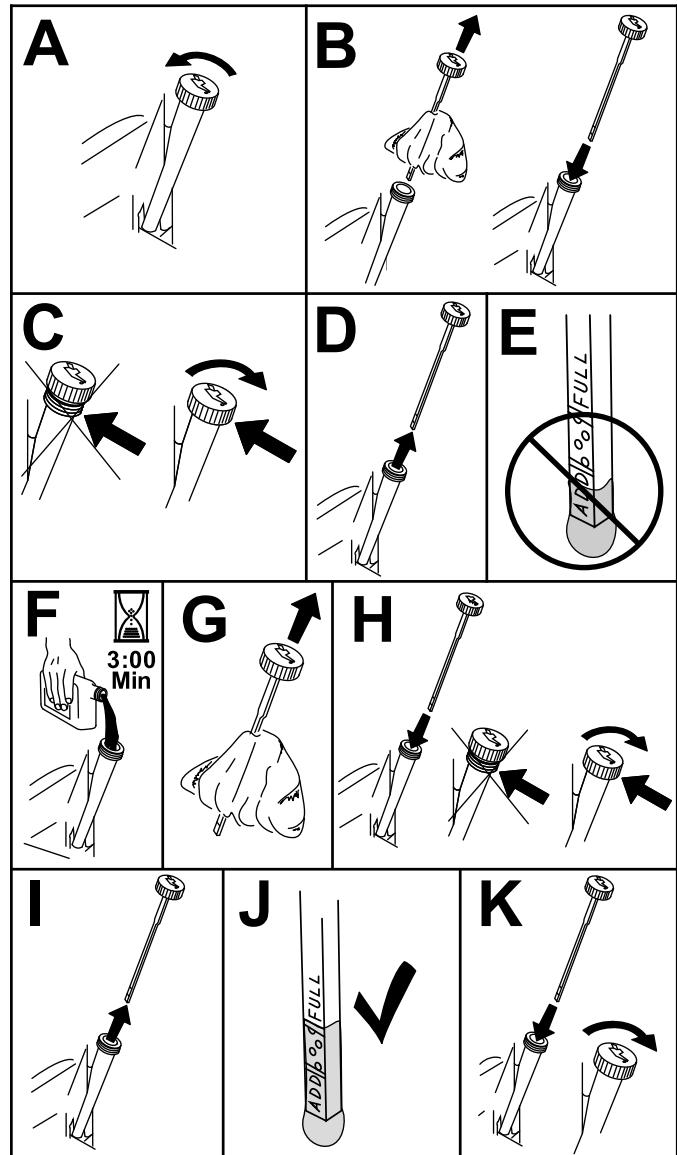

Figura 32
3. Compruebe el nivel de aceite del motor como se muestra en la Figura 32.